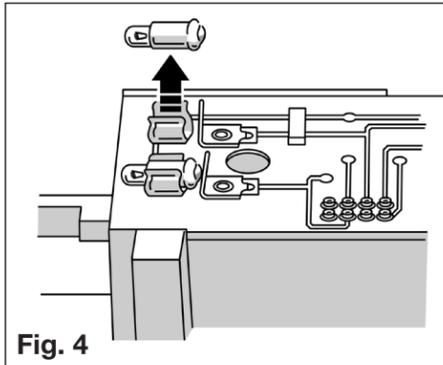
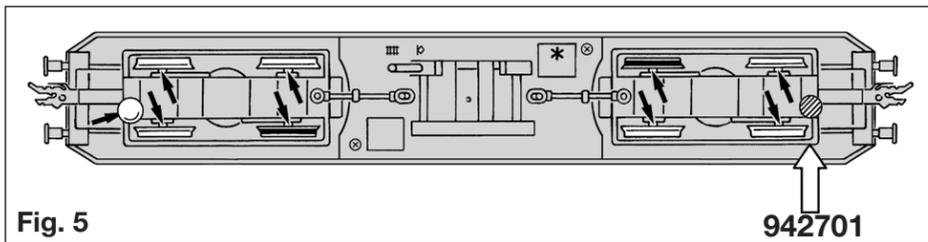

Fig. 4
Fig. 5
Het vervangen van de lampjes: Gloeilampje uit de houder naar boven trekken (fig. 4).
Op de gemerkte plaats kan de **schakelmagnet 942701** gemonteerd worden (fig. 5).
* Dit sterretje betekent dat de loc de "massa-kant" aan de gemeenschappelijke zijde heeft (fig. 5).
Smøring: Smør kun aksler på de viste steder (fig. 5). Anvend kun **FLEISCHMANN-olie 6599**. Kun en enkelt dråbe for hvert smørested (→), ellers oversmøres. Til dosering anvendes den lille nål i enden af skruelåget. **Motorlejerne må under ingen omstændigheder smøres!**
Kontaktmagneten 942701 kan monteres på det markerede sted (fig. 5).
* Denne stjerne betegner den masseførende (stel) "fællesside" af lok'et (fig. 5).
Lubrificazione: Assi devono essere lubrificati solo nei punti appositamente marcati (fig. 5). Utilizzare solo olio FLEISCHMANN 6599. Usare soltanto una piccola per ogni punto di oliatura (→), altrimenti si rischia di oliare troppo. Per il dosaggio utilizzare l'ago di cui è provvisto il tappo di chiusura del flacone dell'olio. **Mai lubrificare i cuscinetti del motore!**
Sostituzione lampade: Estrarre la lampadina dal portalampada tirandola verso l'alto (fig. 4).
Sul posto segnato può essere installato il **dispositivo di comando 942701** (fig. 5).
* Questo asterisco contrassegna il "lato comune" della locomotiva che conduce a massa (fig. 5).
Ölen: Geölt werden die Achsen nur an den gekennzeichneten Stellen (Fig 5). Nur **FLEISCHMANN-Öl 6599** verwenden. Nur ein kleiner Tropfen pro Schmierstelle (→), sonst Überölung. Zur Dosierung die in der Verschlusskappe der Ölflasche angebrachte Nadel verwenden.
Glühlampe aus der Halterung nach oben herausziehen (Fig. 4).
An der markierten Stelle kann der **Schaltmagnet 942701** befestigt werden (Fig. 5).
* Dieser Stern bezeichnet die masseführende "gemeinsame Seite" der Lok (Fig. 5).
Oiling: The axles should only be lubricated at the points indicated (fig. 5). Only use **FLEISCHMANN-oil 6599**. Only put a tiny drop in each place (→), otherwise it will be overoiled. An applicator needle is located in the cap of the oil bottle for your use. **Under no circumstances should the motor bearings be oiled! The motor is maintenance free!**
Bulb Changing: Pull the bulb upwards out of the socket (fig. 4). **Spare Bulb (white): 00006538 (DCC: 00006535) · Spare Bulb (red): 00006539 (DCC: 00009531) · Spare Traction Tyres: 00544006 · Spare Motor: 00504355** The indicated point can be used for locating the **switching magnet 942701** (fig. 5).
* This star indicates the so called "common side" of the loco (fig. 5). **The motor brushes are not exchangeable.**